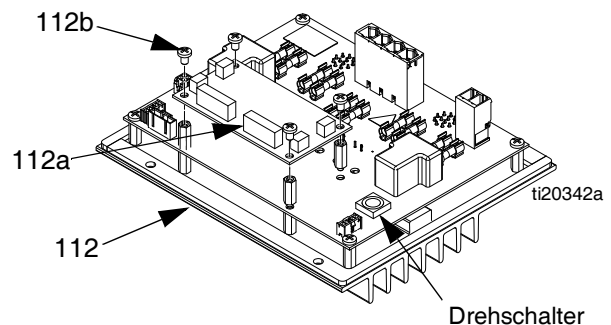

ABB. 46
1. MZLP-Wahlschalter auf „1“ auf MZLP mit Zusatzplatine setzen. MZLP-Wahlschalter je nach Position auf „2“ oder „3“ auf MZLP ohne Zusatzplatine setzen. Siehe ABB. 46 für die Position des Drehschalters.